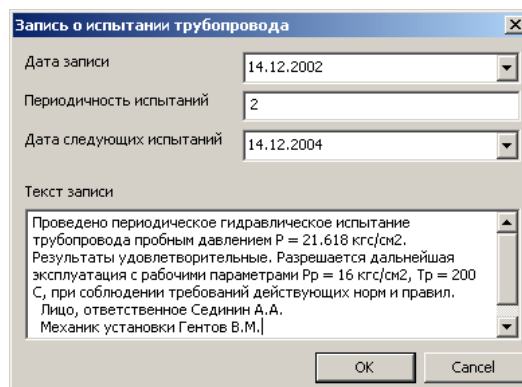

Рис. 3.6.3. Диалоговое окно для внесения записей по трубопроводу
2. Ввести в появившемся окне (рис.3.6.3) данные по дате записи, заполнить поля «Заголовков записи» и «Текст записи».